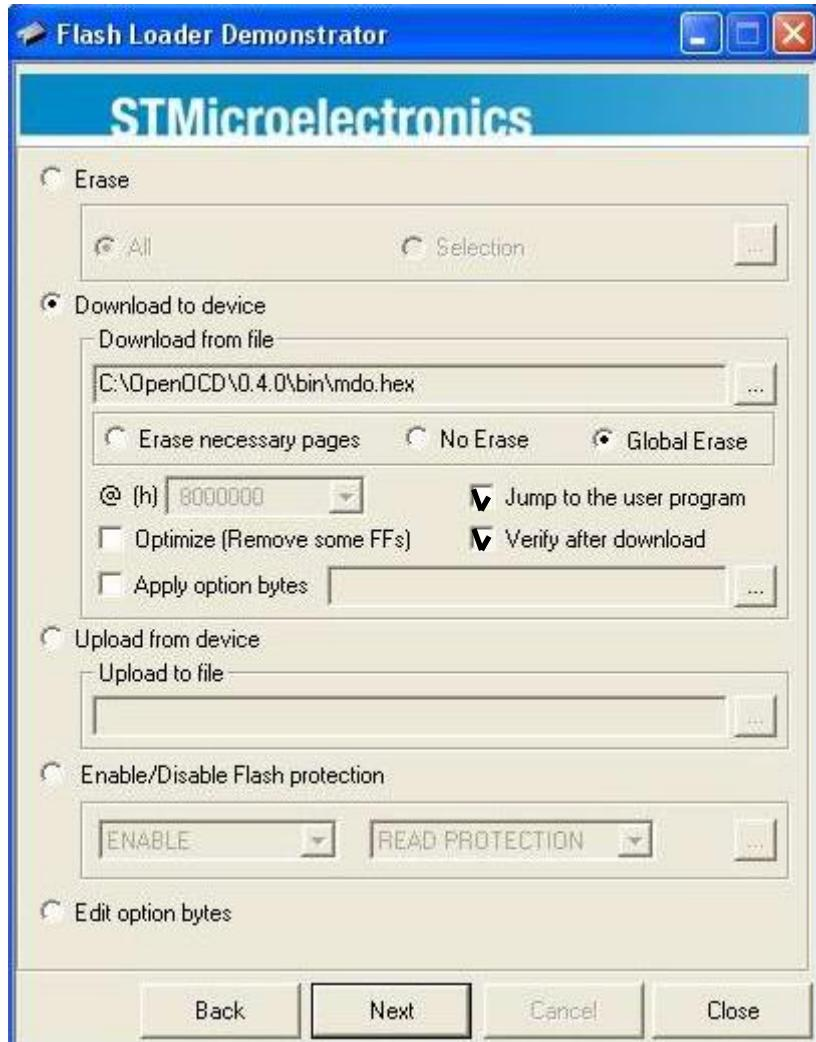

Рисунок 5.13 – Выбор файла с новой версией ПО
5. Далее программа распознает устройство как «STM32\_High density\_256K». После нажатия кнопки «Next» появится окно программы, в котором необходимо выбрать hex файл с новой версией ПО, установить флаг в «Global Erase» и перейти в следующее окно (рисунок 5.13).